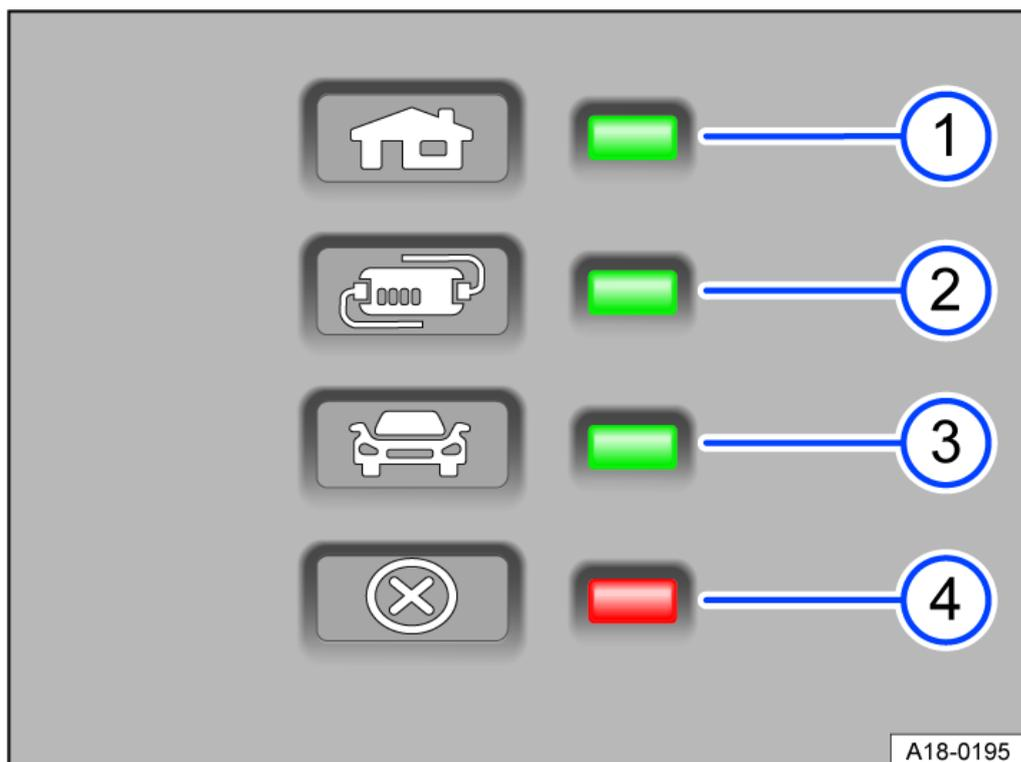

Abb. 2 Warn- und Kontrollleuchten an der Schutzeinrichtung des Ladekabels.
Durch die elektronische Schutzeinrichtung → *Abb. 2* ist der Ladestecker so lange stromlos, bis er in die Ladedose des Fahrzeugs gesteckt wird.
Eine oder mehrere Kontrollleuchten → *Abb. 2* ①, ② bzw. ③ leuchten grün.
Anzeige → Abb. 2	Bedeutung